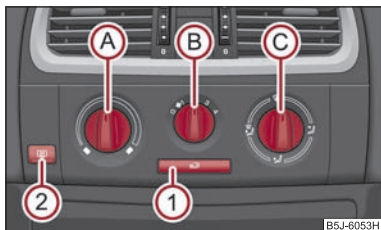

Abb. 89 Heizung: Bedienelemente
Die Luftzufuhr für die einzelnen Düsen stellen Sie mit dem Luftverteilungsregler ein \Rightarrow Seite 82, Abb. 89. Die Luftaustrittsdüsen 3 und 4 können einzeln geschlossen und geöffnet werden.
- Drehen Sie den Drehregler **A** ⇒ Abb. 89 nach rechts, um die Temperatur zu erhöhen.